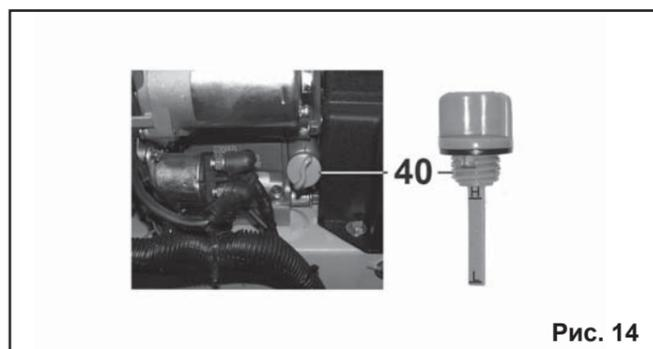

Рис. 14
**7.4. Проверка уровня масла в двигателе (Рис.14).** ДЛЯ ДОЛИВА И ЗАМЕНЫ ИСПОЛЬЗУЙТЕ МОТОРНОЕ МАСЛО ДЛЯ 4-ТАКТНЫХ ДВИГАТЕЛЕЙ ВЯЗКОСТЬЮ SAE 10W30